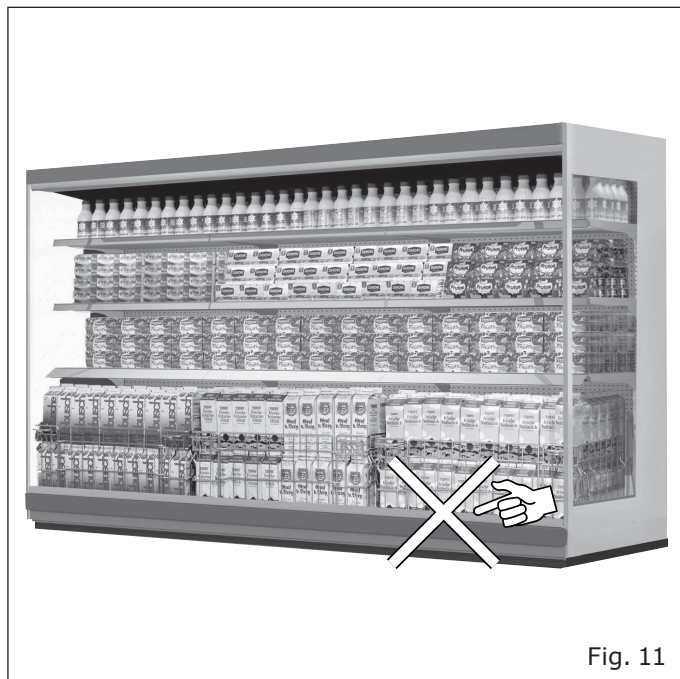

Fig. 11
- La mercancía no obstruya el correcto flujo de aire refrigerado ("Fig. 11")